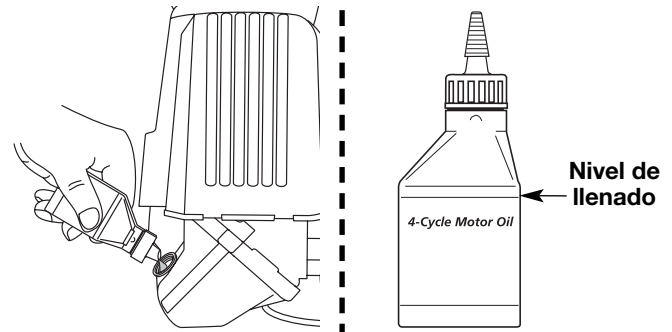

Fig. 60
**NOTA:** Use la botella y la boquilla que guardó del uso inicial para medir la cantidad correcta. El nivel de 90 ml (3,0 onzas fluidas) está aproximadamente en la parte superior de la etiqueta de la botella (Fig. 60). Mida el nivel con la varilla de medición. Si el nivel está bajo, agregue una pequeña cantidad de aceite y vuelva a medir (Fig. 60). No lo llene demasiado.